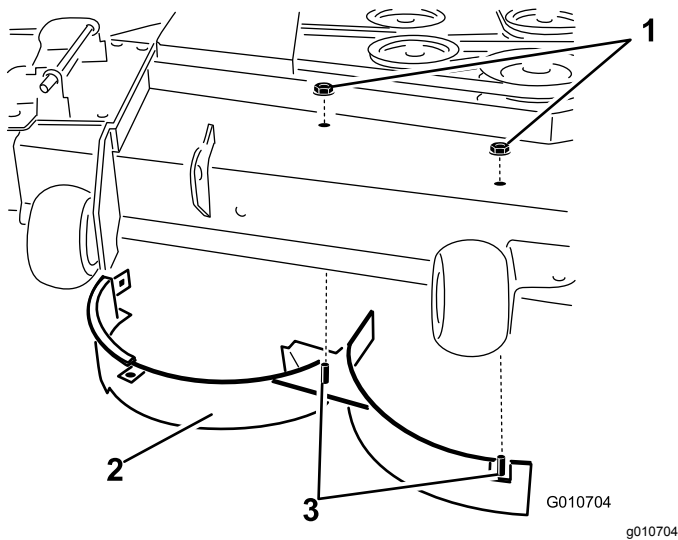

Figure 33
8. Retirez les 2 contre-écrous (5/16") qui fixent les montants soudés du déflecteur droit au sommet du plateau de coupe, au centre et à droite du centre (Figure 33).